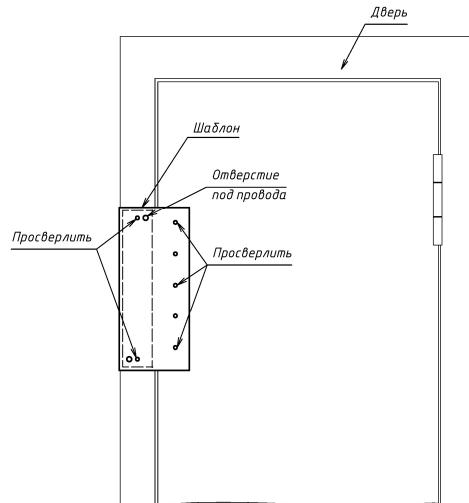

Рисунок 3 – Установка замка по шаблону
5.2 Определить место расположения замка и по шаблону просверлить отверстия под провода и крепежные винты для корпуса и Z- profiliya (рисунок 3).